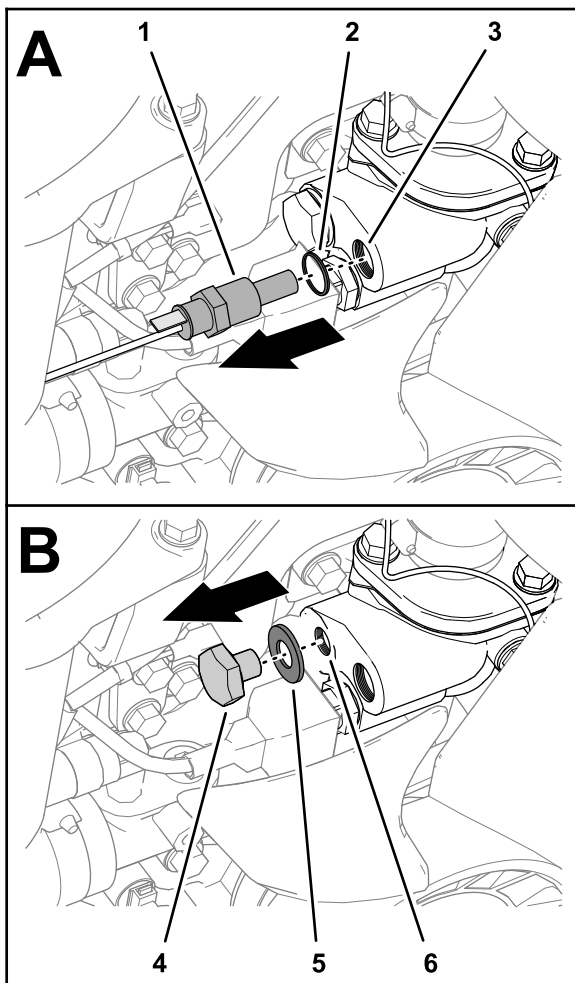

Figure 23
2. Déposez la sonde de température et le joint de l'orifice arrière de la pompe à eau (Figure 23).
- Déposez le bouchon et le joint de l'orifice avant de la pompe à eau (Figure 23).